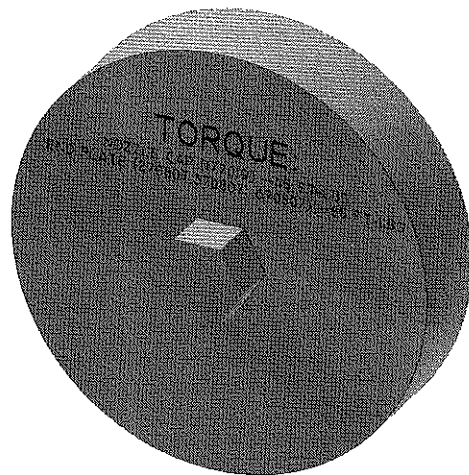

Figura 32
10. Ferramenta de soquete de torque 177255, 1 unidade; consulte a Figura 32.